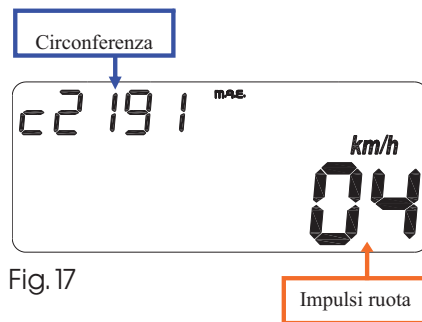

Fig. 17
- IV^a página (sólo en cada encendido del instrumento): Visualización de los parámetros programados (fig. 17).
- IV^a page (à chaque allumage de l'instrument) : Affichage des paramètres programmés (fig. 17).
- Visualización de las pantallas como en la fig. 17 durante aprox. 3 seg.
- Affichage des pages d'écran comme sur la fig. 17 pendant environ 3 sec.